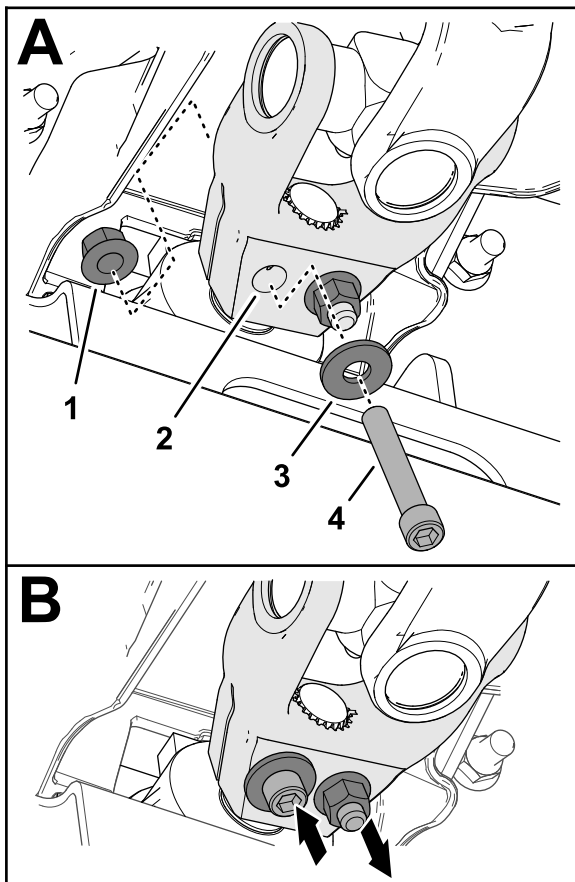

図 19
6. ソケットヘッドキャップスクリュ $\frac{3}{8}$  x  $2\frac{1}{4}$ " にワッシャ $\frac{3}{8}$ " を通し、駆動シャフトのヨークの穴 図 19 に通して、フランジロックナット $\frac{3}{8}$ " で固定する。
- ソケットヘッドキャップスクリュー $\frac{3}{8}$ " x  $2\frac{1}{4}$ "にワッシャ $\frac{3}{8}$ "を通し、駆動シャフトのヨークの穴 図 19 に逆方向から通して、フランジロックナット $\frac{3}{8}$ "で固定する。